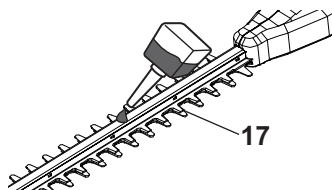

Fig. 32
12. Lubrifiez les surfaces internes de la lame du taille-haie (17) si elle surchauffe pendant le fonctionnement (Fig. 32).
1. Maintenez la lame du taille-haie (17) propre et exempte de résidus. Enlevez les résidus à l'aide d'une brosse.
2. Appliquez une petite quantité d'un lubrifiant adapté sur la lame du taille-haie (17) pour maintenir la performance de coupe (Fig. 32).